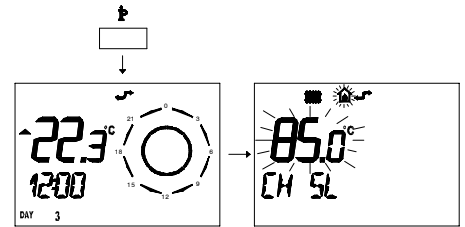

fig. 9.13
- 1 Premere per più di 3 secondi il pulsante per entrare in modalità *INFO*. (fig. 9.13)